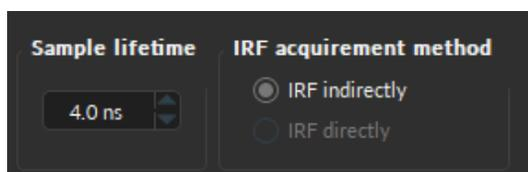

Figure 2.7 – Entrer la durée de vie de l'échantillon
7. Entrer la durée de vie de l'échantillon standard (Fig. 2.7).